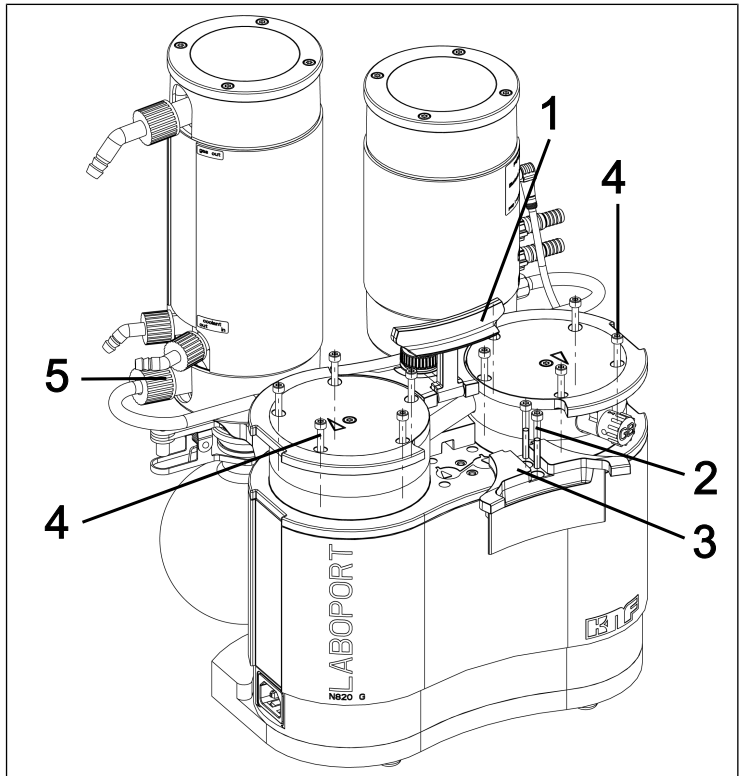

Abb.25: Griffblende abmontieren
4. Lösen Sie die Überwurfmutter der Schlauchverbindung (**5**/ Abb. 25) von der Vakuumsystemkomponente.
5. Stellen Sie den Griff (**1**/Abb. 25) in eine senkrechte Position.
6. Lösen Sie die beiden Schrauben (**2**/Abb. 25) der Griffblende (**3**/Abb. 25).
7. Entfernen Sie die Griffblende (**3**/Abb. 25).
8. Lösen Sie die 10 außenliegenden Kopfschrauben (**4**/Abb. 25) an beiden Pumpenköpfen.
9. Entnehmen Sie die 10 außenliegenden Kopfschrauben (4/ Abb. 25) aus den beiden Pumpenköpfen.
1. Markieren Sie Druckplatte (2), Kopfdeckel (3) und Zwischenplatte (6) mit einem durchgehenden Bleistiftstrich. Dadurch wird verhindert, dass die Teile später falsch montiert werden.
2. Entnehmen Sie die außenliegenden Schrauben (4/Abb. 25) von den Pumpenköpfen.
9. Setzen Sie die 10 außenliegenden Schrauben (4/Abb. 25) in den Pumpenkopf ein und ziehen Sie diese über Kreuz an (Anzugsdrehmoment: SC820G: 4 Nm; SC840G: 5 Nm)
i Sollten die außenliegenden Schrauben (4/Abb. 25) sich nicht in den Pumpenkopf einsetzen lassen, lösen Sie die innenliegende Kopschraube (1) und prüfen Sie den Sitz des Kopfdeckels (3) auf der Zwischenplatte (6).
11. Ziehen Sie die Überwurfmutter der Schlauchverbindung (5/Abb. 25) am Hochleistungskondensator (2/Abb. 3) handfest an.
1. Montieren Sie die Griffblende (**3**/Abb. 25).
2. Ziehen Sie die Schrauben (**2**/Abb. 25) der Griffblende (**3**/Abb. 25) an (Anziehmoment: 2 Nm).